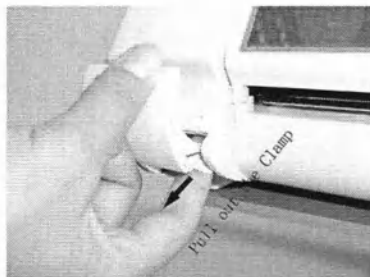

Рисунок 33 Вытаскивание защелки
- Вытащите защелку (смотри рисунок 33).